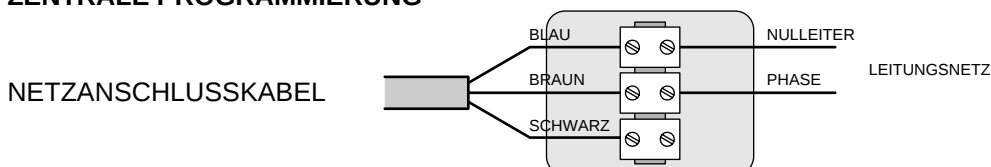

Abb. 10
- Die Stromzufuhr unterbrechen und das Netzanschluskabel gemäß Abb. 10 an die Verbindungsdose anschließen; blaue Ader = Nulleiter, braune Ader = Phase, schwarze Ader = Leitader.